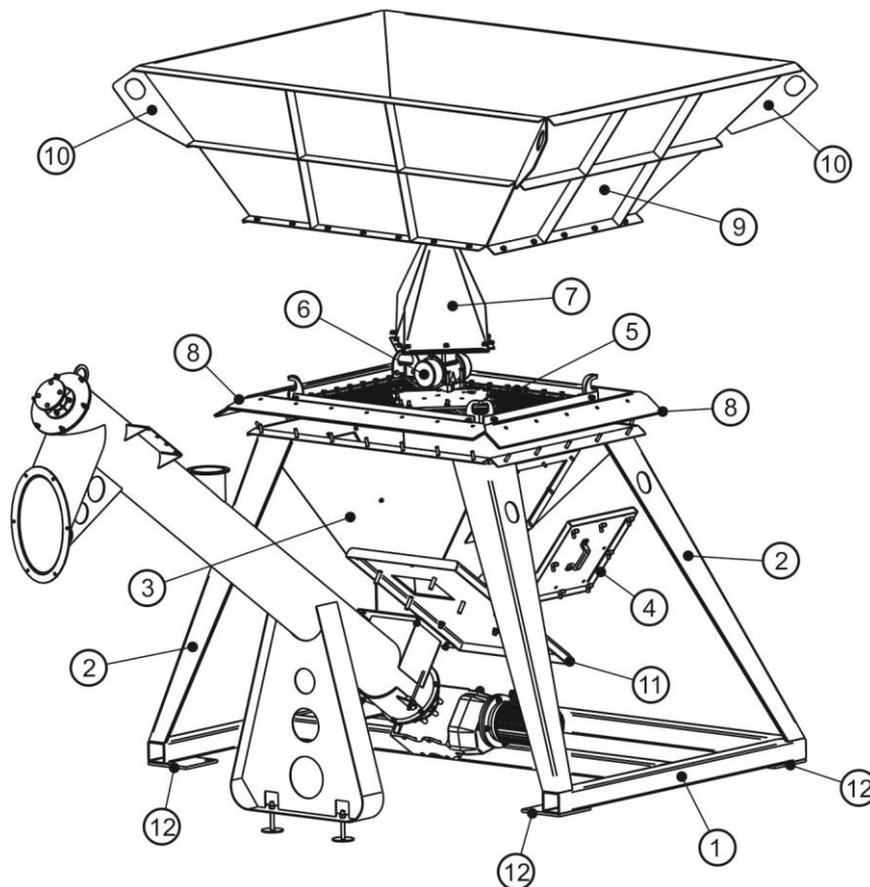

Рис. 18 Бункер сырья.
Бункер сырья (Рис. 18) состоит из рамы (1), опор (2), нижней (несъемной) части емкости (3), в боковых стенках которой имеются люки обслуживания, закрытые крышками (4). На отбортовке нижней (несъемной) части емкости (3) установлена решетка просеивания, которая в свою очередь состоит из перфорированных элементов (5), в центре которой установлен электромеханический вибратор (6) ИВ-99Б. Вибратор закрыт защитной пирамидой (7), которая так же может выполнять функцию разрывателя дна мягких контейнеров типа «Биг-Бэг». По краям перфорированных элементов (5) закреплена резиновая полоса (8), служащая для предотвращения передачи вибрации на раму (1) и опоры (2) бункера. На отбортовке нижней (несъемной) части емкости (3) установлена верхняя (съемная) часть емкости (9) с петлями – проушинами (10), служащими для транспортировки конструкции. Внизу нижней (несъемной) части емкости (3) расположен плоский затвор (11) с реечным механизмом открывания-закрывания. В углах рамы (1) имеются площадки (12) с отверстиями для анкерования конструкции.